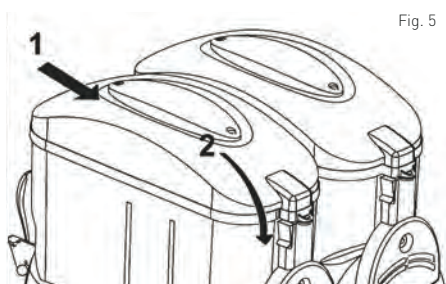

Fig. 5
- Après avoir versé / rempli le mélange dans le réservoir (2) placez de nouveau le couvercle (1) sur le réservoir (2). Voir : Fig. 5.